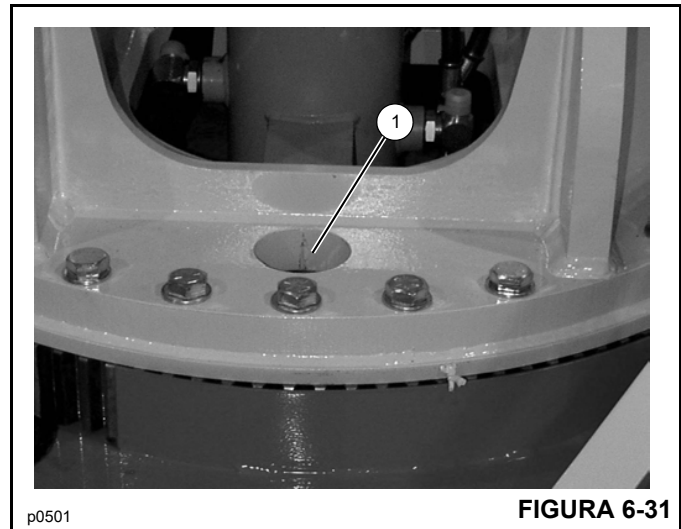

FIGURA 6-31
Aperte os trinta (30) parafusos de montagem de 7/8 pol. do rolamento com um torque de 619 Nm (455 lb-pé). Para obter acesso aos parafusos, gire o mastro até aparecer um parafuso nos furos de acesso na placa de montagem do mastro (1, Figura 6-31). Aperte os parafusos expostos em cada furo, depois gire o mastro até que parafusos diferentes estejam expostos e aperte-os. Gire o mastro um ciclo completo, apertando todos os parafusos.